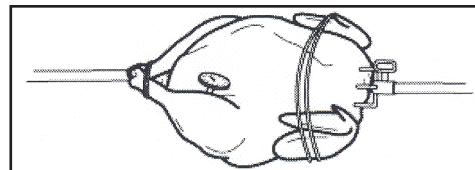

Fig. 15
**Pour le poulet:** Insérer le thermomètre dans la partie la plus épaisse de la cuisse, là où la cuisse rejoint le corps du poulet. (Fig. 15)